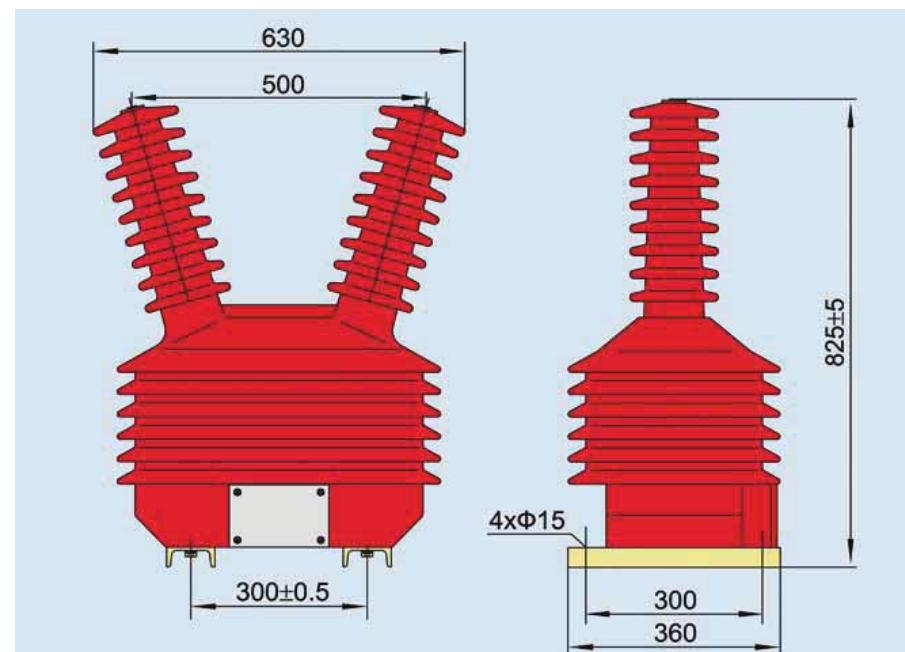

Рис. 6.1 Внешний вид и размеры трансформатора напряжения JDZXW-35
6. Внешний вид и размеры (см. рис. 6.1)